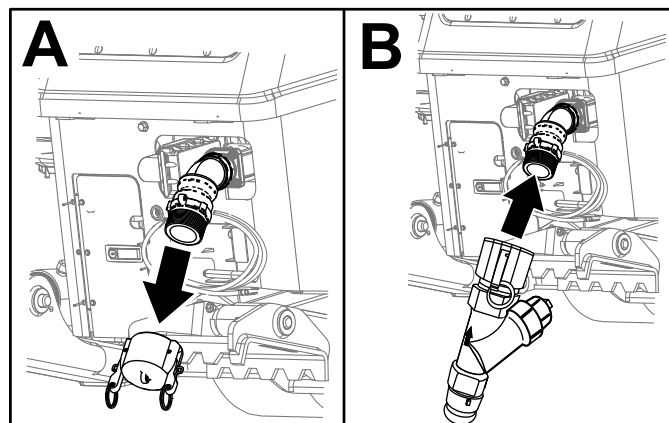

Figura 63
1. Retire el tapón de la entrada de la bomba (Figura 63, A).
2. Alinee el filtro en Y con la rosca de la bomba (Figura 63, B).